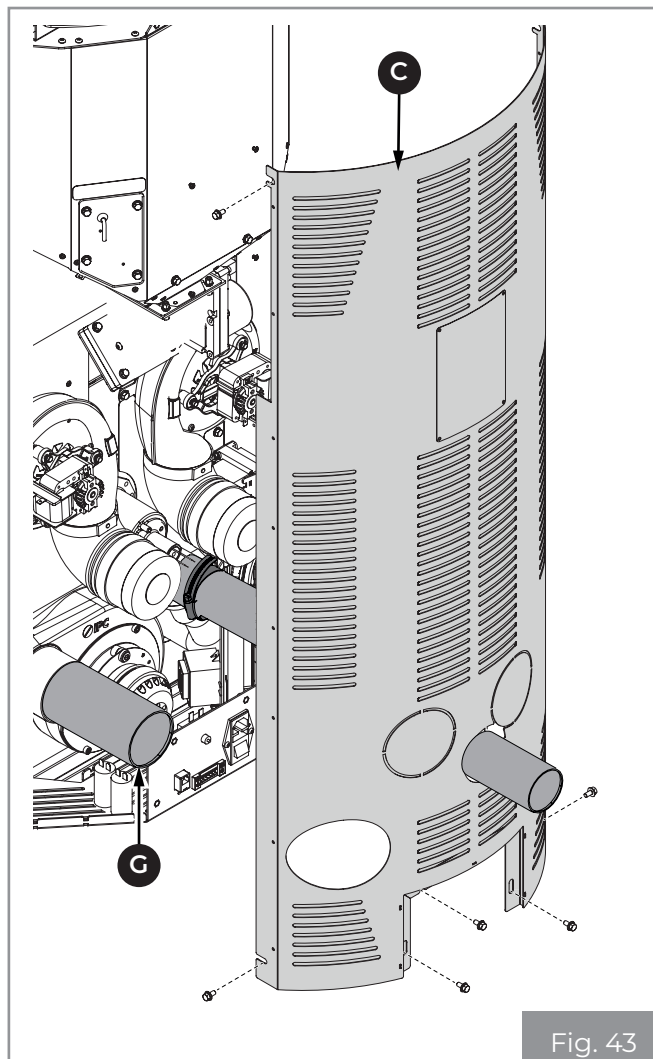

Fig. 43
- Collegare il tubo uscita fumi **(G)** (Fig. 43).